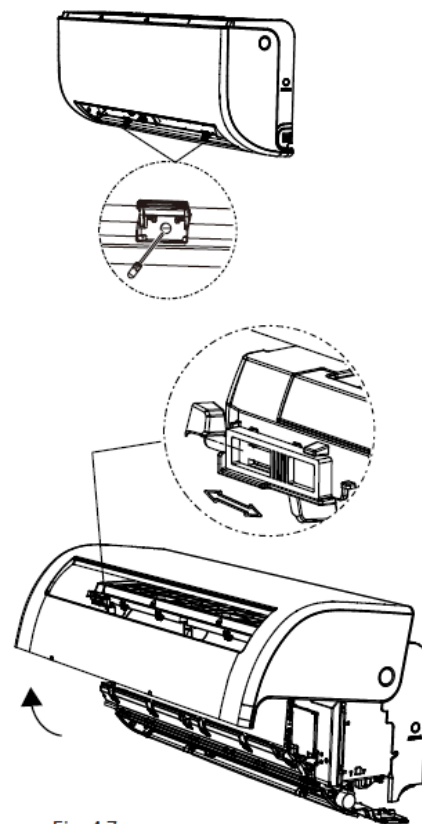

Fig. 4.7
2. Deschideți și fixați poziția panoului. Mai întâi deșurubați cele două șuruburi din imaginea de mai jos, apoi deschideți panoul și fixați poziția panoului prin mecanism (consultați Fig. 4.7).